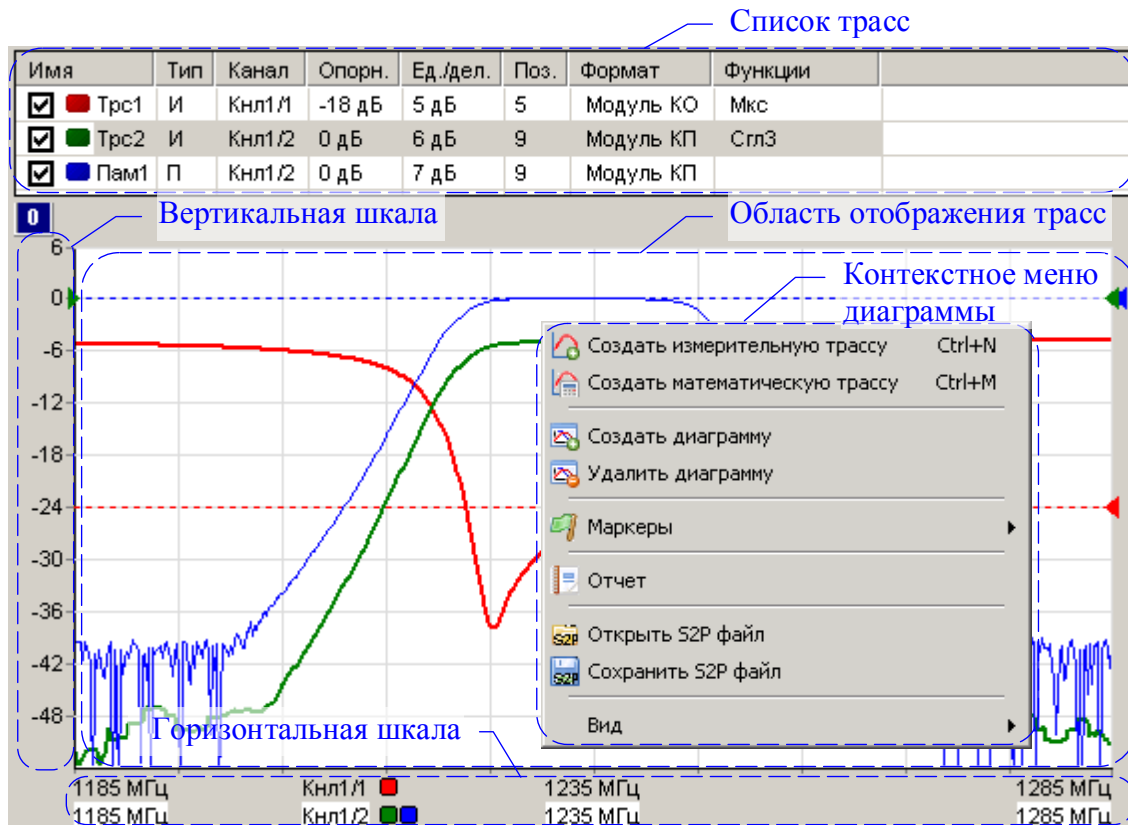
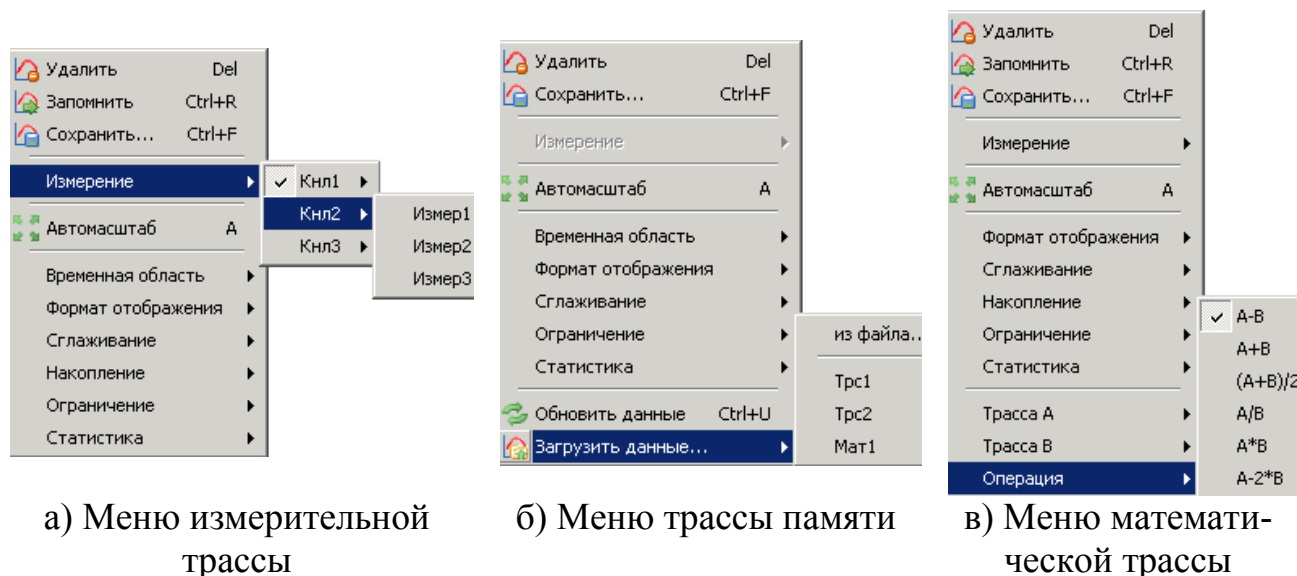

Рисунок 4.6 – Диаграмма
Рисунок 4.7 – Контекстные меню трасс
4.4.7 **Чтобы создать измерительную трассу**, следует в контекстном меню области отображения трасс (рисунок 4.6) выбрать соответствующий пункт или нажать комбинацию клавиш «*Ctrl+N*». Затем в контекстном меню созданной трассы (рисунок 4.7-а) или в панелях управления и инструментов (рисунки 4.9 и 4.12) задать необходимые параметры.
4.4.9 **Чтобы создать математическую трассу**, следует в контекстном меню области отображения трасс (рисунок 4.6) выбрать соответствующий пункт или нажать комбинацию клавиш «*Ctrl+M*». Затем в контекстном меню созданной трассы (рисунок 4.7-в) задать операнды и операцию над ними.
4.4.11 Список трасс автоматически расширяется при добавлении новой трассы. Можно немного сократить занимаемую списком площадь экрана, скрыв заголовки столбцов, очистив флажок «Вид \ Заголовки столбцов» в контекстном меню области отображения трасс (рисунок 4.6), или нажав клавишу «F12».
4.4.12 Математическая трасса и её операнды должны иметь одинаковое количество точек и принадлежать к одному и тому же «Измерению». По крайней мере, один из операндов должен быть трассой памяти. Операнды задаются в пунктах «Трасса A» и «Трасса B» контекстного меню (рисунок 4.7-в). В пункте «Операция» того же контекстного меню выбирается арифметическая операция, поточечно выполняемая над трассами. Под поточечной операцией, например разностью, понимается следующее: из  $Y$ -значения (откладываемого по оси ординат) первой точки трассы A вычитается  $Y$ -значение первой точки трассы B. Полученная разность записывается в первую точку математической трассы. В качестве  $X$ -значения (откладываемого по оси абсцисс) в первую точку математической трассы записывается  $X$ -значение первой точки трассы A. И так далее для всех остальных точек.
4.5.1 На область отображения трасс нанесена координатная сетка  $10 \times 10$  делений. Шаг сетки по вертикали задается в списке трасс в столбце «Ед./дел.» (рисунок 4.6). В столбце «Опорн.» задаётся значение опорного уровня, которое должно приходиться на линию сетки с номером заданным в столбце «Поз.». Линии сетки нумеруются снизу вверх, начиная с 0. Например, если задана позиция 10, то опорный уровень будет соответствовать верхнему краю области
**Примечание** – Пункт контекстного меню трассы «Автомасштаб» (рисунок 4.7) или нажатие клавиши «А» (латиница) позволят подобрать масштаб и опорный уровень выделенной трассы, так чтобы она занимала большую часть области построения трасс. Если предварительно выделить несколько трасс, то для них будет выбран одинаковый масштаб.
4.5.3 Способ отображения горизонтальной шкалы зависит от состояния флажка «Вид \ Список измерений» контекстного меню диаграммы (рисунок 4.6). При установленном флажке отображаются все используемые в диаграмме «Измерения» с цветовыми метками соответствующих трасс, указываются начало, середина и конец диапазона изменения величины, откладываемой по оси абсцисс, и другие атрибуты «Измерения». При сброшенном флажке шкала приобретает обычный вид – с численными значениями под линиями координатной сетки. При этом значения соответствуют только выделенной трассе. Состояние флажка изменяется щелчком «мыши» или клавишей «F9».
4.6.4 На панели управления «Масштаб», приведённой на рисунке 4.10, могут быть заданы параметры масштаба выделенной трассы по вертикали – опорный уровень, масштаб (цена деления) и позиция опорного уровня. Указанные параметры повторяют параметры, содержащиеся в списке трасс, и рассмотрены в разделе 4.2. Кнопка «Автомасштаб» и одноимённый пункт контекстного меню трассы (рисунок 4.7) однократно подбирают такие масштаб и опорный уровень, чтобы трасса занимала большую часть области построения трасс.